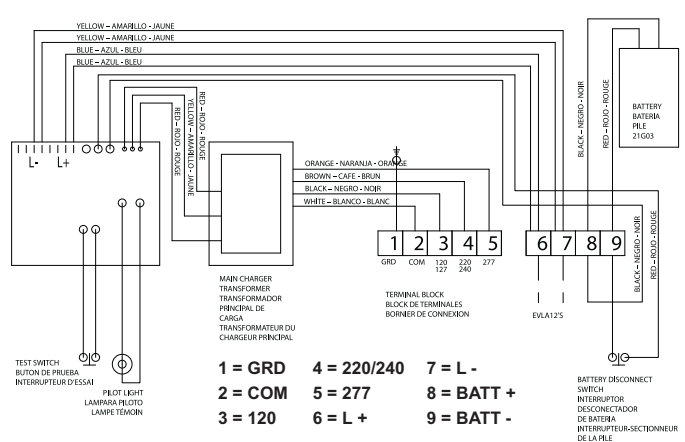

Figura 7. Diagrama de cableado
- Realice todas las conexiones de cables entrantes de acuerdo al diagrama de cableado incluido en el ensamble nuevo (vea también la Figura 7) y reconecte las puntas de los cables de los accesorios de iluminación EVLA12 o de la señal de salida retiradas en el PASO 5.